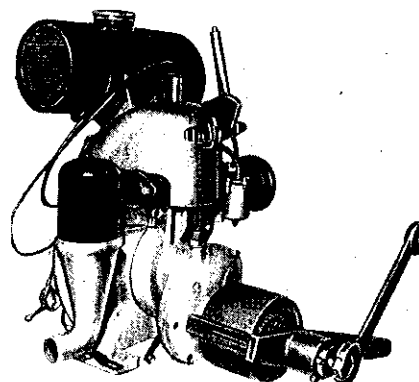

Bild 7. Abziehen der Riemenscheibenkupplung
2. Riemenscheibenkupplung abziehen (Bild 7).